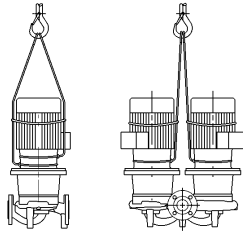

Fig. 5: Fijación de las cuerdas para el transporte
- En este caso, las argollas de transporte del motor solo sirven como guía durante la suspensión de la carga (Fig. 5).